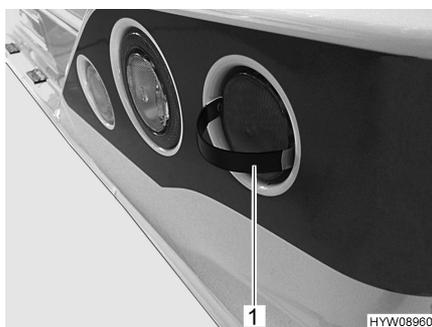

Fig. 101 Retirer le couvercle
- Introduire les languettes de verrouillage de l'outil fourni (Fig. 101,1) comme illustré à côté du couvercle.